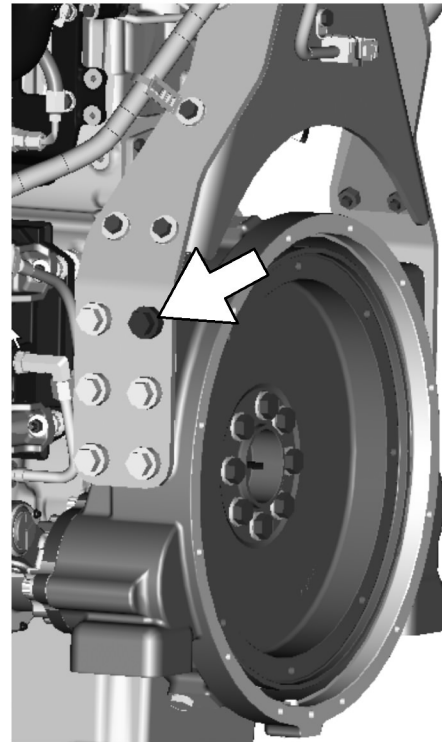
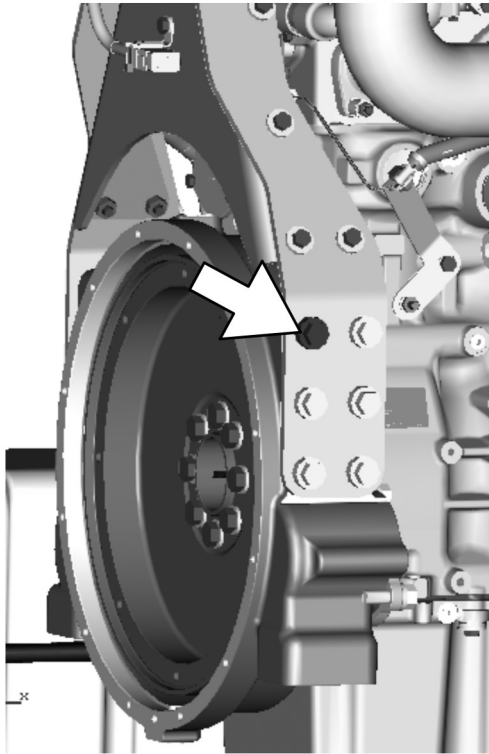
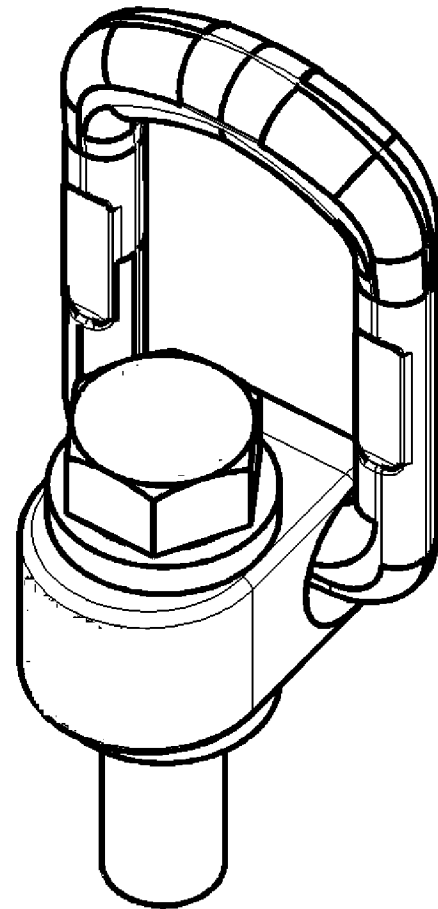

Ilustración 36
Ilustración 37
Ilustración 38
1. Quite los pernos que se muestran en la ilustración 36 y la ilustración 37 .
2. Instale los anillos de carga; consulte la ilustración 38 . Instale los anillos de la carga en la posición que se muestra en la ilustración 36 y la ilustración 37 . Apriete los pernos del anillo de carga a un par de 370 N·m (272 lb ft).